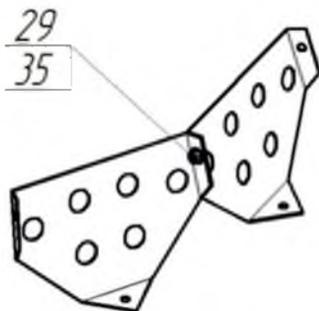

Рис. 16
3.11. Преодолевав усилие пружины (16), оттянуть фиксатор (8) вниз и повернуть ёмкость на удобный угол. Прикрепить лопасти (11) к ёмкости нижней (2) и ёмкости верхней (12), с помощью болтов (17), шайб (28) и гаек (32), при этом шайбы установить с наружной стороны ёмкостей.
Возможна комплектация бетоносмесителя сборными лопастями (рис. 16). В этом случае необходимо две полулопасти скрепить между собой болтом (35) и гайкой (29). После установить в бетоносмеситель с помощью болтов (21), шайб (14) и гаек (29).